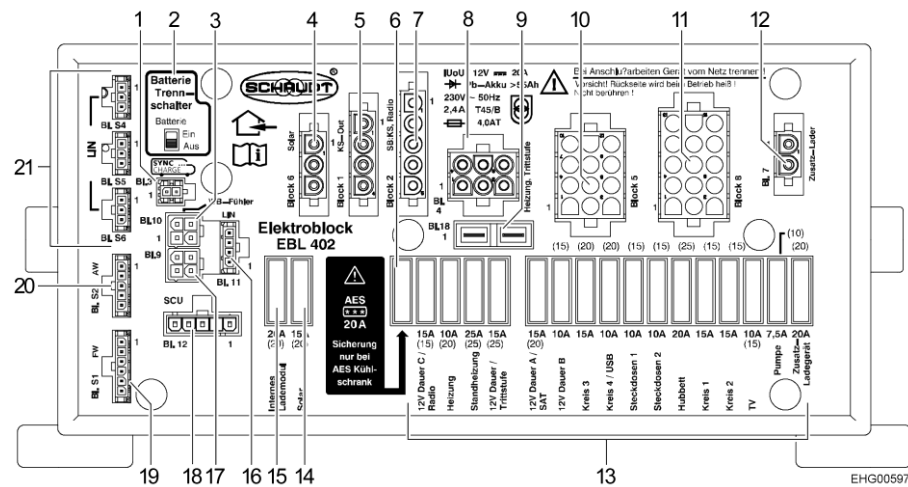

Bild 143 Elektroblock (EBL 402)
- Batterie-Trennschalter (Bild 143,2) am Elektroblock EBL 402 in Stellung "Aus" schieben.
- Batterie-Trennschalter (Bild 143,2) am Elektroblock EBL 402 in Stellung "Ein" schieben.